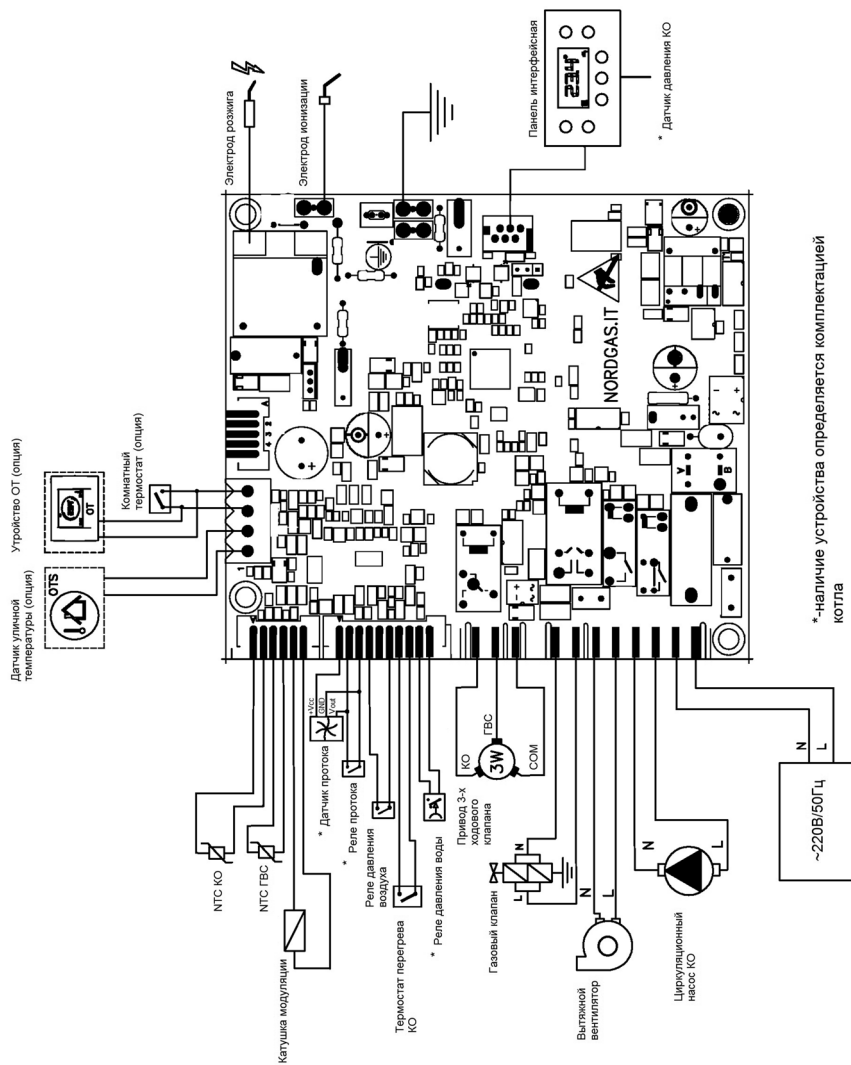

Рис. 12. Схема электрических подключений
- продеть двухпроводной кабель, идущий от выносной панели, через проходную муфту 9 в корпусе и подключите его к клеммам 1 и 2 (рисунок 12);